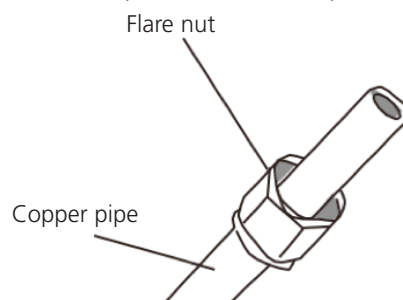

Fig. 6.6
- Coloque tuercas de apriete hexagonales en ambos extremos del tubo. Asegúrese de colocarlas en la dirección correcta ya que, después de realizar el abocardado no podrá cambiar su posición. Ver **Fig 6.6**.